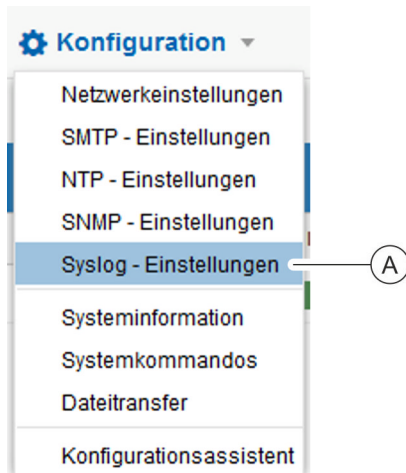

Abb. 164: Syslog-Einstellungen aufrufen
2. ➔ Über „*Konfiguration* ➔ *Syslog-Einstellungen*“ die Syslog-Einstellungen aufrufen (Abb. 164/Ⓐ).